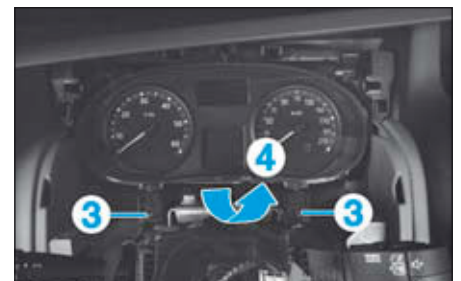

FIG.8
- Déposer les vis (3) du combiné d'instruments (Fig.8).